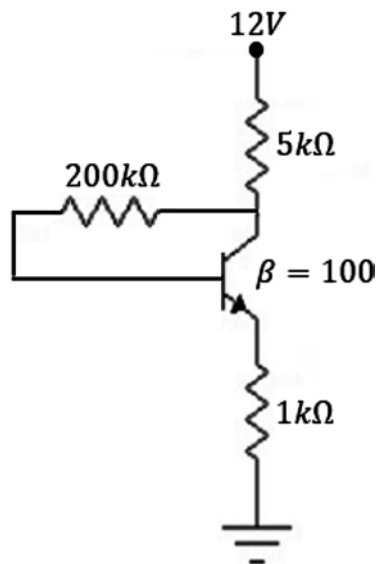

Figura 6.73 Ejercicio de aplicación. Fuente: Elaboración propia
c) En el circuito de la figura 6.73, se pide hallar: r_e , Z_i , Z_o , A_v , A_i .